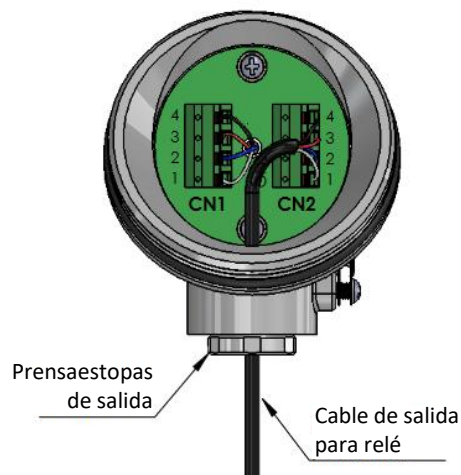

Figura 25 - Conexión de los cables a los terminales con resorte
6. Ajuste los cables de acuerdo con la Figura 25 y verifique que todos estén conectados firmemente a los terminales con resorte. Finalmente, cierre la tapa firmemente y apriete el prensaestopas del cable de salida.